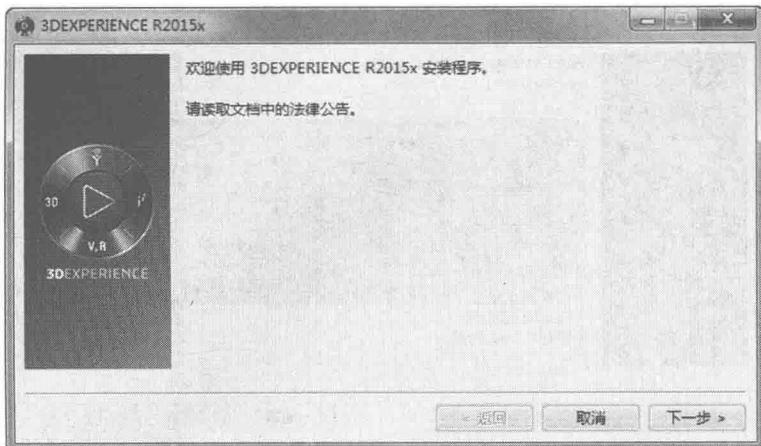

图 1-9 开始安装 3DEXPERIENCE
(1) 运行 E:\CATIA - INSTALL\01\3DEXPERIENCE\_NativeApps\1\setup.exe 文件，点击【下一步】，如图 1-9 所示。